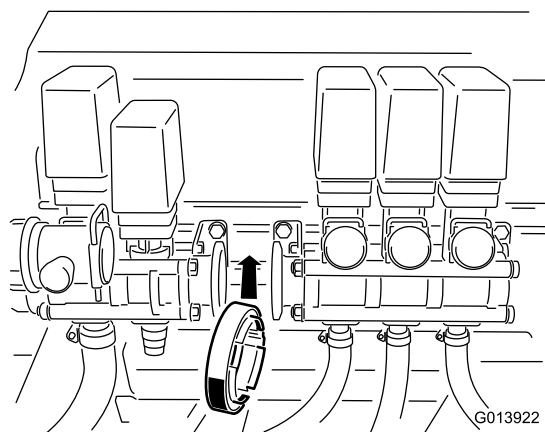

Figura 8
20. Deslize o conjunto da válvula da rampa para trás na direcção da nova válvula do misturador até que os dois adaptadores estejam alinhados com a junta no meio deles (Figura 8).